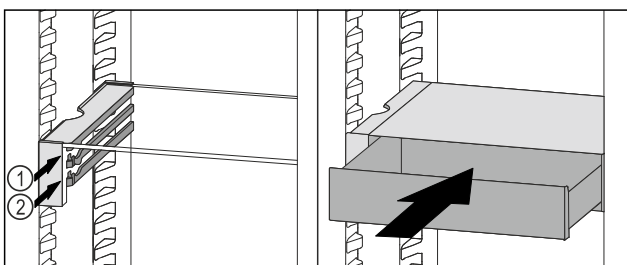

Fig. 70
- ▶ VarioSafe-lade achter de stoppers op de gewenste rib Fig. 70 (1) of Fig. 70 (2) plaatsen.